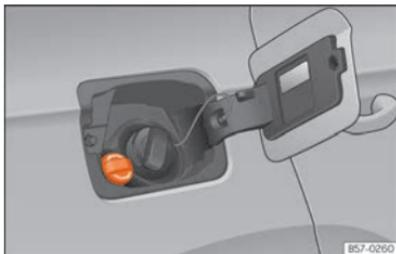

Abb. 190 Verschlussdeckel des AdBlue®-Tanks
- Öffnen Sie die Tankklappe **»» (Abb. 190)**.
- Verschlussdeckel SCR-Einfüllstutzen nach links drehen **»» (Abb. 190)**.